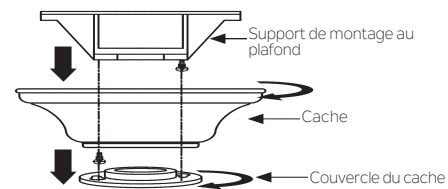

Fig. 5
**Étape 1.** Retirer le couvercle décoratif inférieur en le tournant dans le sens antihoraire. (Fig. 5)
**Étape 2.** Retirer le support de montage au plafond du cache en enlevant l'une des deux vis (la conserver pour la suite). Desserrer la vis restante d'un demi-tour. (Fig. 5)